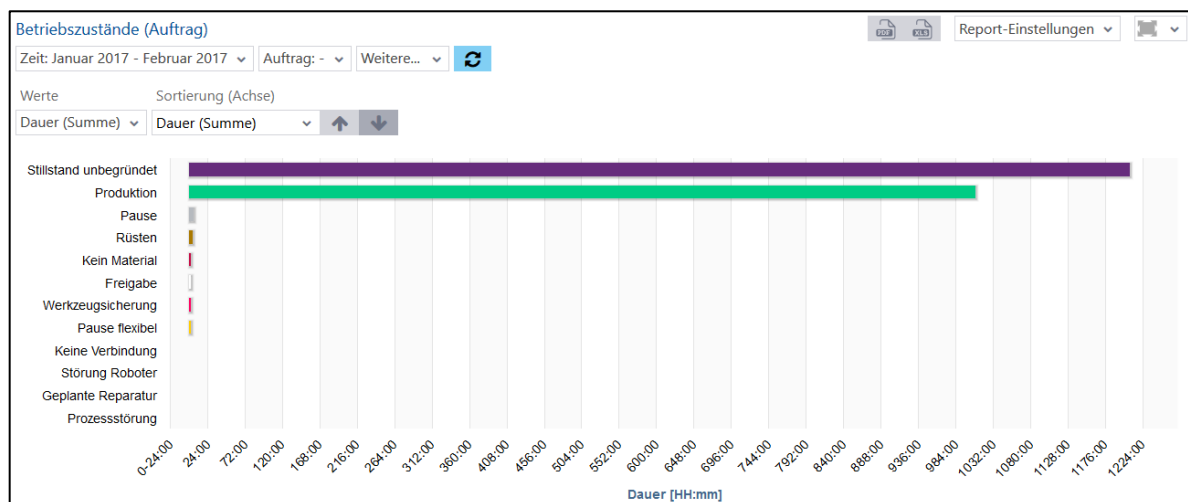

Bild 79: Hitliste Betriebszustände (Auftrag) als Balkendiagramm
- Hitliste Betriebszustände (Auftrag) als Balkendiagramm (Bild 79):